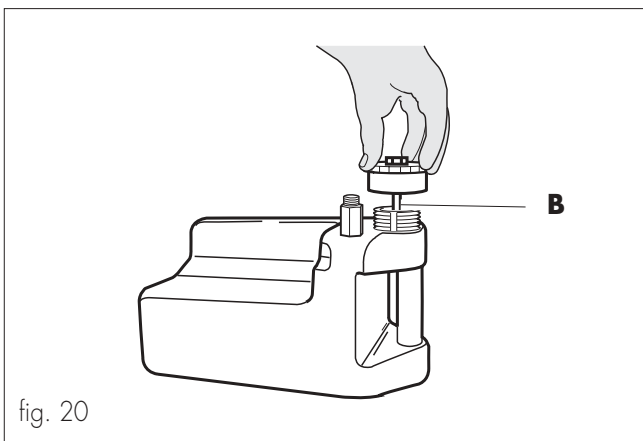

fig. 20
- Volver a introducir la válvula en el orificio prestando atención a que el tubo de aspiración (ref. **B**, fig. 20) esté introducido en el interior del asa y volver a colocar la válvula.